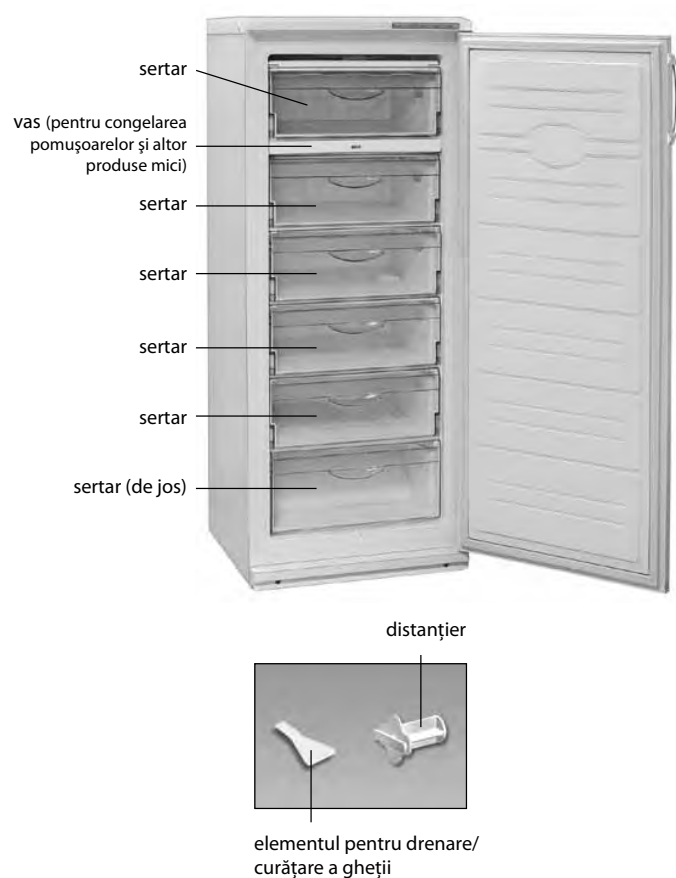

Figura 1 – Congelator și piese componente
1.1 Congelatorul în conformitate cu figura 1 este destinat pentru congelarea produselor proaspete, păstrarea produselor congelate în sertare, prepararea gheții alimentare.